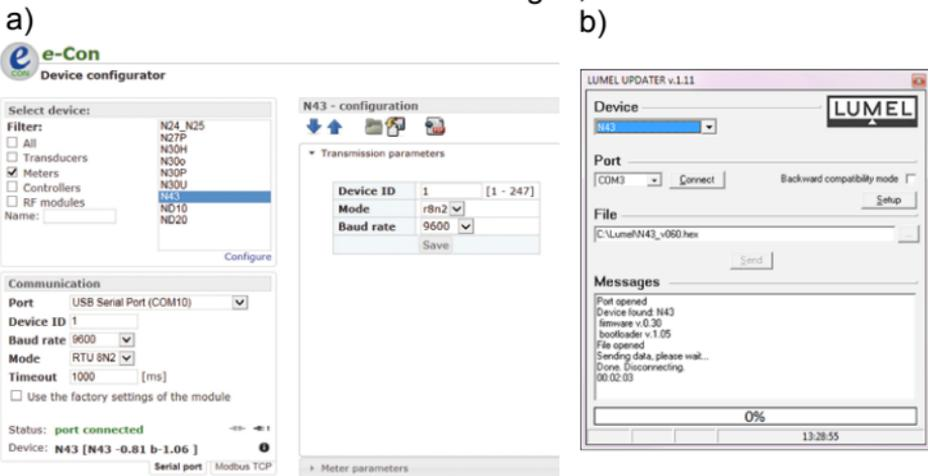

Abb. 12. Ansicht von einem Programmfenster:
Nach Starten von eCon soll in den Optionen serieller Anschluss, Geschwindigkeit, Modus und Adresse des Messgerätes eingestellt werden. Dann soll vom Menü das Messgerät N43 gewählt werden und die Schaltfläche *Config* angeklickt werden. Damit alle Einstellungen abgelesen werden, soll die Pfeiltaste nach unten und dann die Diskette angeklickt werden, folglich werden die Einstellungen in einer Datei gespeichert (notwendig für die nachträgliche Wiederherstellung). Nachdem vom Menü *Firmware Update* (in der rechten oberen Ecke) gewählt wird, wird das Fenster *Lumel Updater* (LU) – Abb. 12 b geöffnet. Dann soll *Connect* gedrückt werden. Im Informationsfenster *Messages* werden Informationen zum Verlauf der Aktualisierung angezeigt. Bei korrekt geöffnetem Anschluss wird *Port opened* angezeigt. Im Messgerät wird die Einleitung des Aktualisierungsmodus auf zwei Weisen ausgeführt: ferngesteuert durch LU (anhand Einstellungen im eCon – Adresse, Modus, Geschwindigkeit, COM-Port) und über Einschaltung der Versorgung vom Messgerät bei niedergehaltener Taste  (bei Einleitung des Bootloader-Modus mit der Taste, erfolgt die Aktualisierung nur über USB-Schnittstelle – Geschwindigkeit 9600,